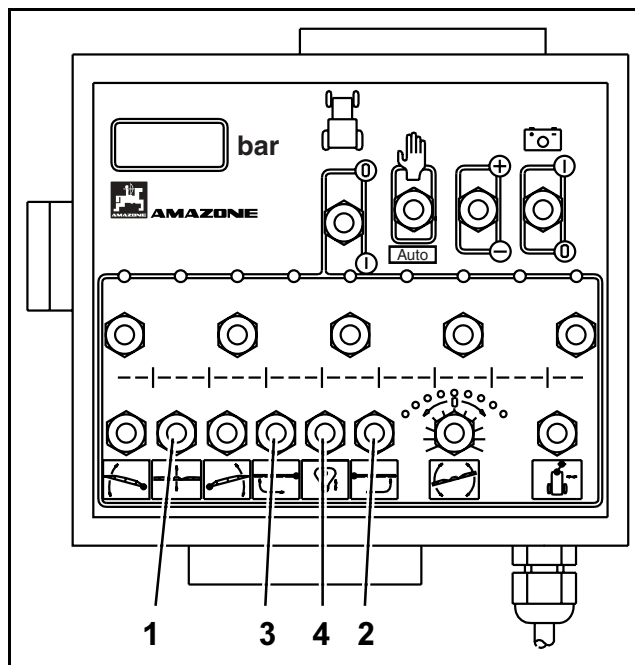

Рис. 80
- Для этого нажмите клавишу (Рис. 80/1) и поднимите, таким образом, штанги при помощи устройства регулировки высоты в среднее положение.
- Для этого клавишу (Рис. 80/2) держите в положении "Раскладывание" так долго, пока отдельные сегменты правой консоли не раскроются полностью. Соответствующие гидравлические цилиндры блокируют штанги в рабочем положении.
- Для этого клавишу (Рис. 80/3) держите в положении "Раскладывание", пока отдельные сегменты левой консоли не раскроются полностью. Соответствующие гидравлические цилиндры блокируют штанги в рабочем положении.
- Разблокирование устройства гашения колебаний при помощи клавиши (Рис. 80/4) из транспортного положения.
- Рабочую высоту штанг отрегулируйте при помощи клавиши (Рис. 80/1) для гидр. регулировки высоты.